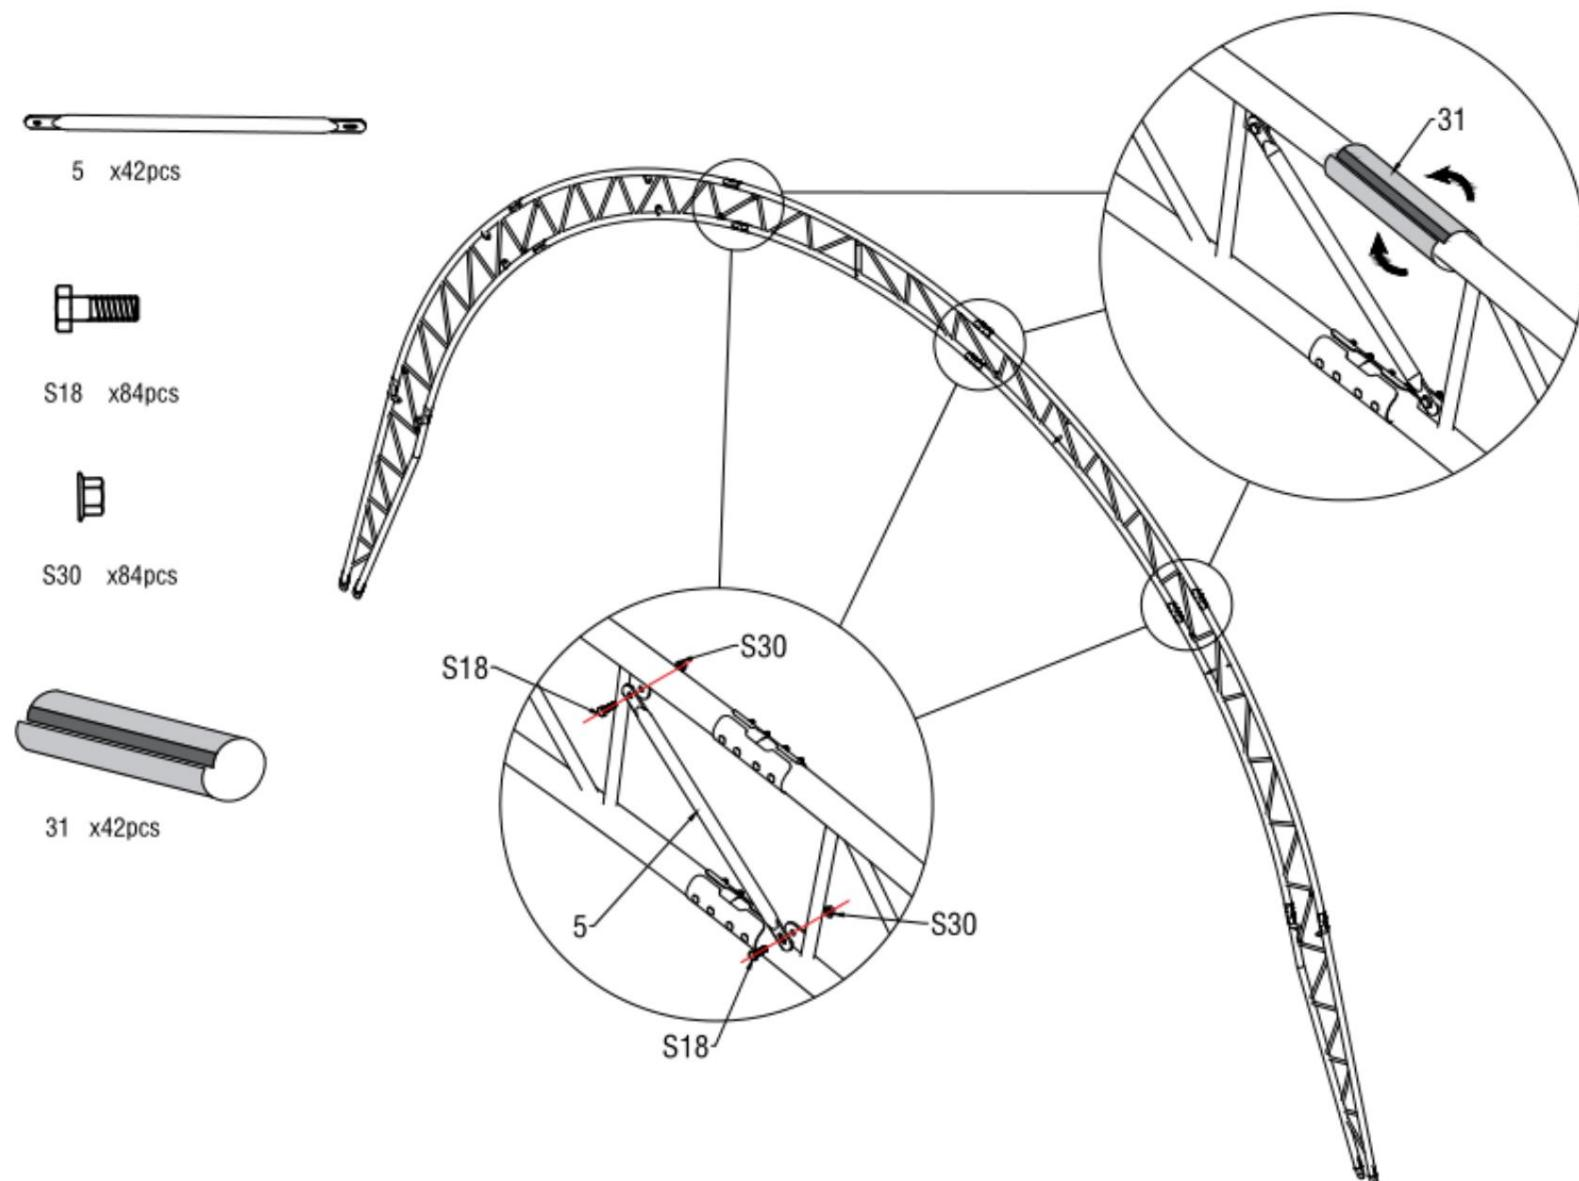

Figure 5
3. Comme le montre la figure 5, utilisez la sangle de support entre l'arche (n° 5) pour connecter le tube de toit supérieur (n° 1) avec un boulon hexagonal 10\*30 mm (n° 1). S18). Placez ensuite la protection en PVC sur l'extérieur de la jonction de l'arche afin de protéger la couverture du toit des rayures causées par le joint extérieur. Assemblez le reste de l'autre groupe d'arcs à double ferme comme ceci.